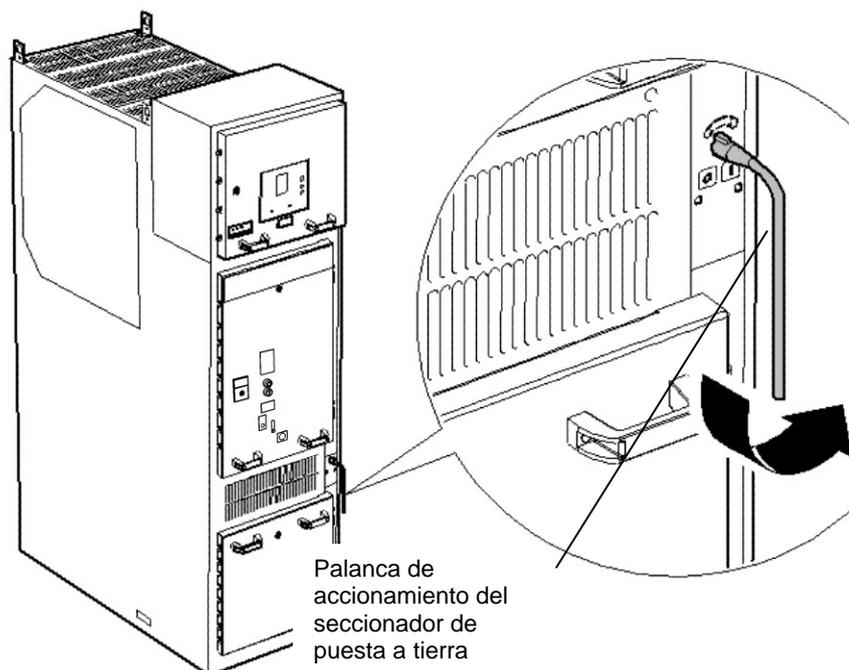

Figura 6.6
2. Abrir el seccionador de puesta a tierra. Insertar la palanca de accionamiento en la abertura del seccionador de puesta a tierra y abrirlo girando la palanca 180° en sentido antihorario (véase la figura 6.6).